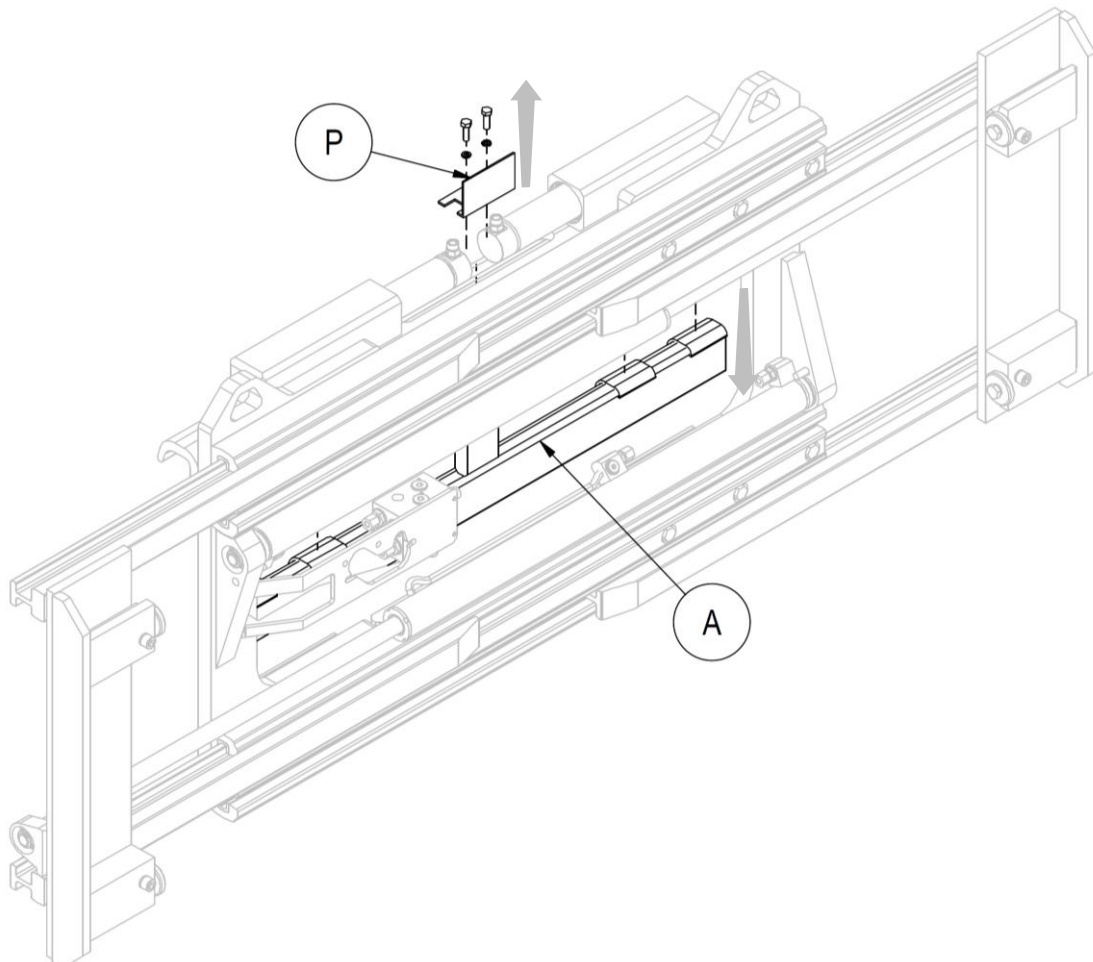

Figure 27
3. Retirer le double crochet (A) après avoir retiré la « tôle pliée de protection » (P) avec les vis correspondantes (cette étape a déjà été spécifiée dans la phase Démontage de l'équipement sur *le chariot*).
7. Se référer à la *Figure 27*.